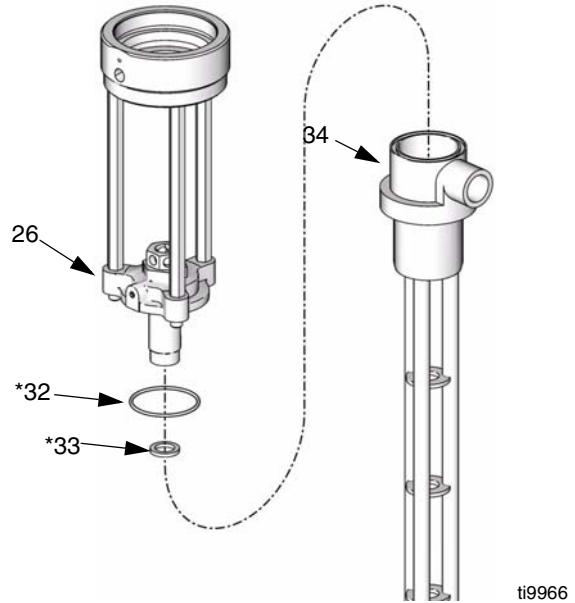

FIG. 23
11. Desenrosque la brida de montaje (26) del cuerpo de la bomba (34). Retire la junta tórica (32*) y la junta de PTFE (33*) del cuerpo de la bomba (34). Inspeccione todas las piezas en busca de daños. Vea FIG. 23.